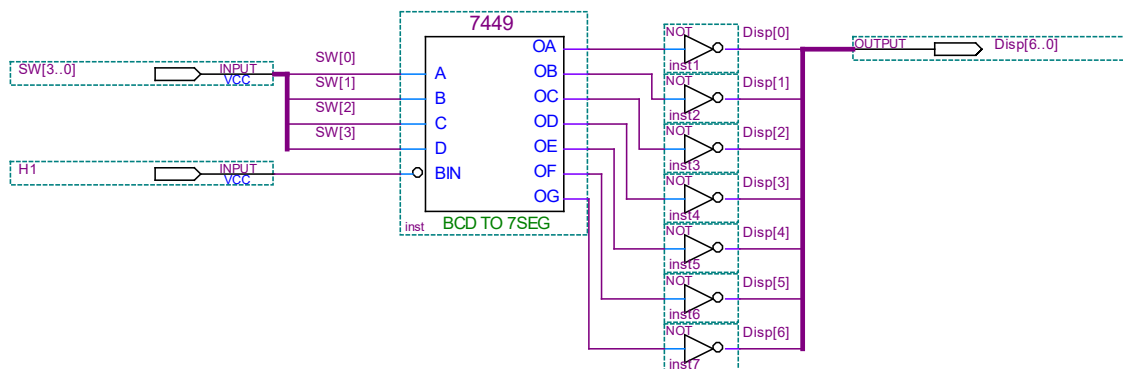

Figura 1. Conversor BCD a display 7 segmentos.
- Generar un proyecto en el **Quartus II** con el circuito indicado en la figura 1.